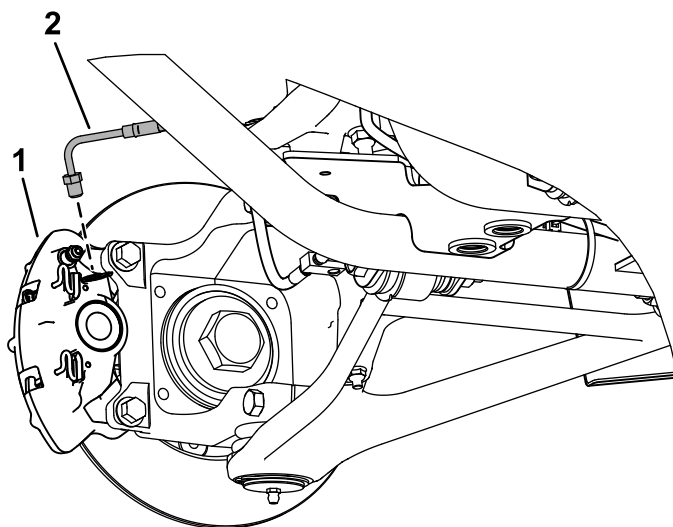

Figure 3
3. Déposez les conduites de frein avant et arrière de l'étrier de frein (Figure 3).